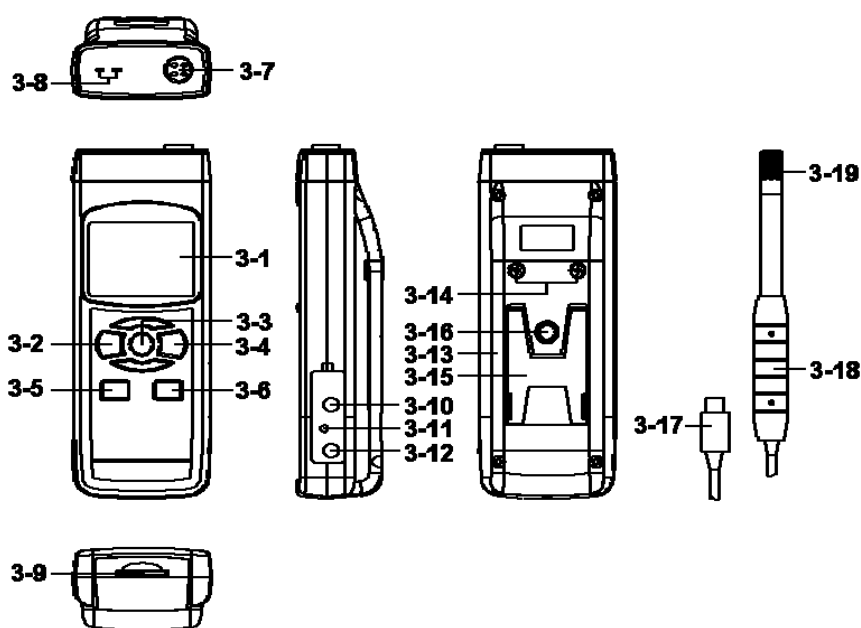

Fig.1
- 1) Encienda el medidor presionando momentáneamente el "Botón Encender" (3-2, Fig. 1).
- * Si presiona continuamente el "Botón Encender" (3-2, Fig. 1) durante 2 segundos el medidor se apagará.
Presionando continuamente el botón "Función" (3-3, Fig.1) (sin soltar el botón), la pantalla mostrará la siguiente secuencia de texto:
Hasta que en la pantalla aparezca el modo deseado (Función) no suelte el botón "Función" (3-3, Fig.1), el medidor ejecutará esta función.
- b. Conecte el "Enchufe de la sonda" (3-17, Fig. 1) en la "Toma del enchufe de la sonda" (3-7, Fig. 1).
Encienda el medidor presionando el "Botón Encender" (3-2, Fig. 1). En la pantalla LCD aparecerá la unidad "%H.r" y "°C o °F" a la misma vez que el valor de la medición (en la pantalla superior aparecerá el valor de la Humedad y en la pantalla superior el valor de la temperatura).
- b. No instale la "Sonda" (3-17, Fig.1) en el enchufe de la sonda (3-7, Fig.1)
- c. Enchufe la sonda de temperatura de termopar (sonda de temperatura opcional Tipo K o J) en el enchufe de "la toma de entrada de la sonda Tipo K/J" (3-8, Fig.1). En la pantalla aparecerá el valor de la medición tomada por la sonda de temperatura.
Durante la medición, presione el "Botón Hold" (3-3, Fig. 1) para mantener el valor de la medición y en la pantalla LCD aparecerá el símbolo " HOLD ".
- 1) La función de grabación de datos guarda las lecturas de los valores máximos y mínimos. Presione el botón "REC" (3-4, Fig.1) una vez para iniciar la función. El símbolo " REC " aparecerá en la pantalla.
- a. Presione el botón "REC" (3-4, Fig.1) el símbolo "REC MAX" junto con el valor máximo aparecerá en la pantalla. Si intenta borrar el valor máximo, presione el " Botón Hold " (3-3, Fig. 1) una vez, y en la pantalla solamente aparecerá el símbolo " REC. " mientras que la función de memoria se ejecutará continuamente.
- b. Presione el "Botón REC " (3-4, Fig. 1) de nuevo, el símbolo " REC. MIN. " junto con el valor mínimo aparecerán en la pantalla. Si intenta borrar el valor mínimo, presione el " Botón Hold " (3-3, Fig. 1) y en la pantalla solamente aparecerá el símbolo " REC. " mientras que la función de memoria se ejecutará continuamente.
Cuando conecte el medidor, la luz del fondo de la pantalla LCD se encenderá automáticamente. Durante la medición presione el "Botón Backlight" (3-2, Fig. 1) una vez para apagar la luz de fondo.
Prepare una tarjeta de memoria " SD " (de 1 GB hasta 16 GB), inserte la tarjeta SD en " la ranura de la tarjeta SD " (3-9, Fig. 1). La parte delantera de la tarjeta SD deberá estar de cara a la cubierta inferior.
Presione el botón " REC " (3-4, Fig. 1) una vez y en la pantalla LCD aparecerá el texto "REC", luego presione el "Botón Logger" (3-6, Fig. 1), y el símbolo " REC " parpadeará mientras que los datos de medición y la información horaria se guardan en el circuito de la memoria.
Durante la ejecución de la función de Datalogger, si se presiona el botón " Logger " (3-6, Fig. 1) una vez, se detendrá la función de Datalogger (dejará de guardar los datos de medición en el circuito de memoria temporalmente). A la misma vez, el texto " REC " dejará de parpadear.
Si presiona el "Botón Logger" una vez más (3-6, Fig. 1) el datalogger se ejecutará de nuevo y el texto " REC " parpadeará en la pantalla.
Mientras la función Datalogger está detenida, presione el botón " REC " (3-4, Fig. 1) continuamente al menos durante dos segundos. La indicación " REC " desaparecerá y se finalizará la función datalogger.
Presione el botón " REC " (3-4, Fig. 1) una vez, en la pantalla aparecerá el texto " REC ", después presione el botón " Logger " (3-6, Fig. 1) una vez y el símbolo REC parpadeará y el biper sonará una vez a la misma vez que los datos de medición con la información horaria se guardan en el circuito de memoria. La pantalla inferior mostrará la Posición (Localización) y también se guardará en la tarjeta SD.
Durante la ejecución del datalogger manual, presione el botón " ▲ " (3-5, Fig. 1) y el número inferior (nº de posición) parpadeará. Se puede usar el botón " ▲ " (3-6, Fig. 1) o " ▼ " (3-5, Fig. 1) para ajustar la posición de la medición (de 1 hasta 99, por ejemplo de la habitación 1 hasta habitación 99) para identificar la localización de la medición, la pantalla inferior mostrará P x (x = de 1 a 99). Tras seleccionar el número de posición presione el botón "Enter" (3-4, Fig. 1) para confirmar.
Presione el botón " REC " (3-4, Fig. 1) continuamente durante al menos 2 segundos, la indicación " REC " desaparecerá y se finalizará la función datalogger.
En la pantalla normal de medición (es decir, sin el datalogger) si presiona el botón " Time check " (3-5, Fig. 1) una vez, en la pantalla inferior se representará la información con el Año, Mes/Fecha, Hora/Minuto.